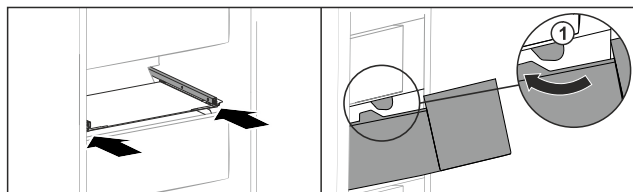

Fig. 204
- ▶ Predal speljite okrog zaustavjalnikov Fig. 204 (1).